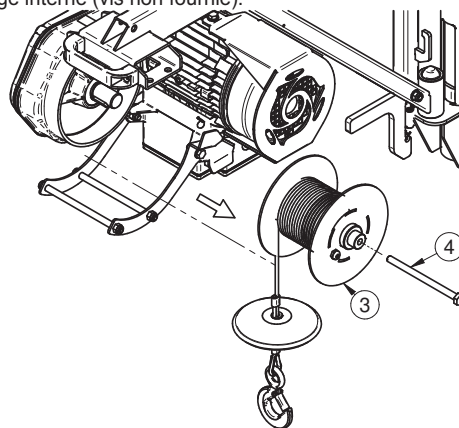

Fig. 4.2
2) Extraire le tambour (Réf.3 Fig 4.2), s'il reste coincé utiliser une vis 5739 M16x150 (Réf.4 .4.2) comme extracteur à visser sur l'axe à filetage interne (vis non fournie).